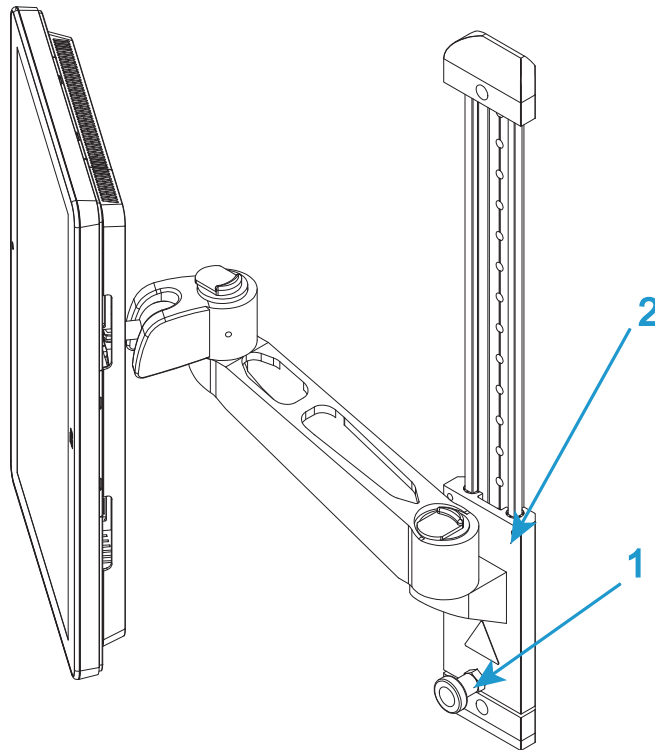

Abbildung 11. Höhenverstellung
1. Sie können die Höhe des Bluehill® Bedienerdashboard für eine komfortable Bedienung für alle Bediener einstellen. Lösen Sie die Verriegelung (1 in Abbildung 11 auf Seite 49) und schieben Sie die Armhalterung (2 in Abbildung 11 auf Seite 49) in die gewünschte Höhe. Ziehen Sie die Verriegelung wieder fest.